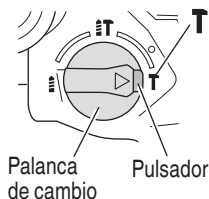

Fig. 19
Este martillo perforador puede establecerse en el modo de golpeo solamente presionando el pulsador y girando la palanca de cambio hasta la marca **T** (Fig. 19).
- (3) Girar la palanca de cambio hasta la marca **T** (Fig. 19).